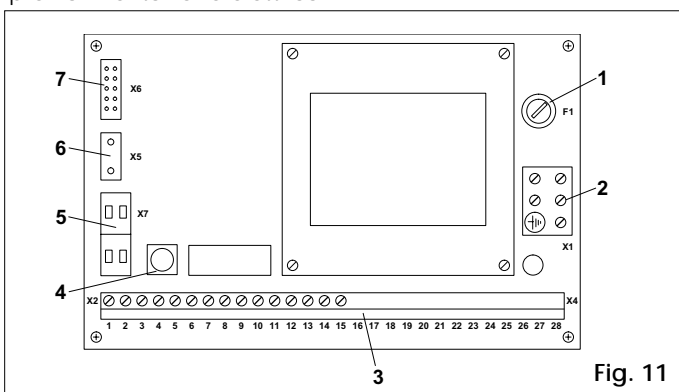

Fig. 11
Nota: Per ripetere il processo di inizializzazione premere il pulsante di RESET (fig. 11-rif 4) per più di 4 secondi.
6. APP. ELETTR. DI COMANDO 959 MP (Fig. 11)